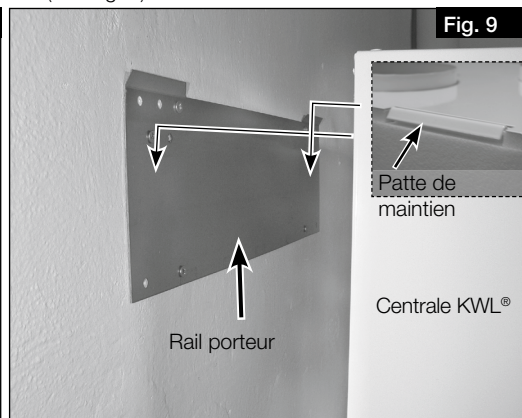

Fig. 9
5. Acrocher l'appareil au rail porteur dans les pattes de maintien (voir Fig. 9).